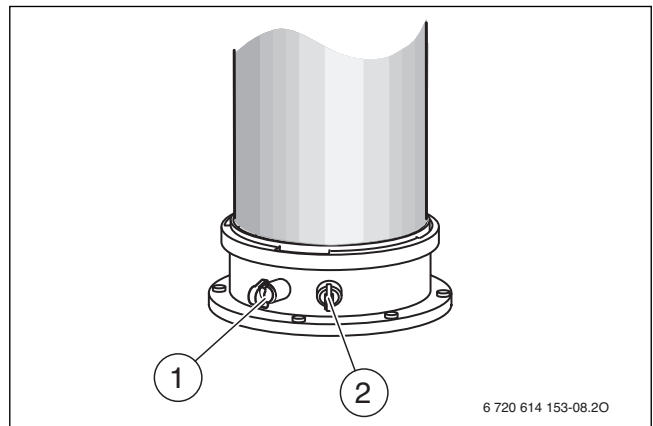

Рис. 43
- ▶ Снимите заглушку с измерительного штуцера воздуха для горения [2] (→ рис. 43).
- ▶ Снимите заглушку с измерительного штуцера дымовых газов [1] (→ рис. 43).